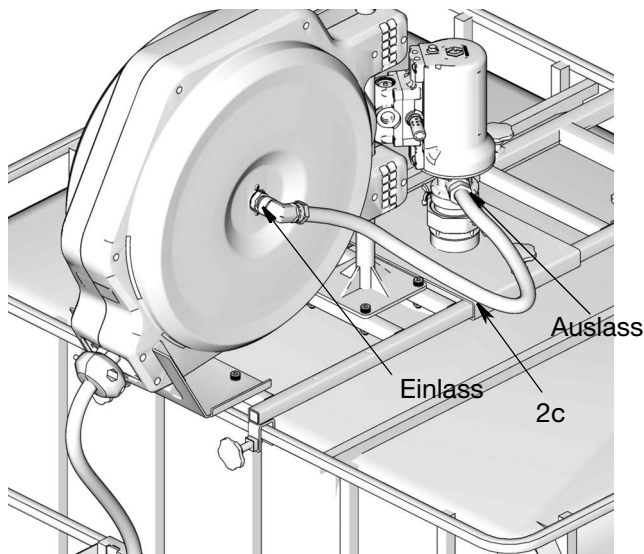

ABB. 19
- Den flexiblen Materialschlauch (2c) zwischen dem Pumpenauslass und dem Aufrollereinlass anbringen (ABB. 19).